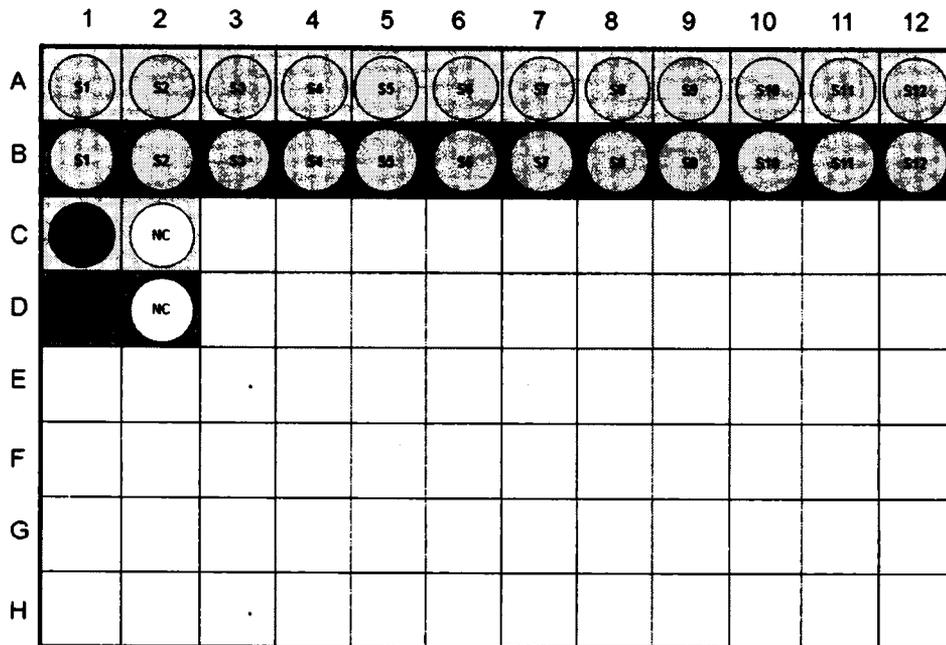

Figura 1: Representación esquemática de un ejemplo para la ubicación de muestras y controles en una placa de 96 pocillos para sistemas ABI® 7500.
9.	La figura 1 (12 pacientes + PC +NC) es un ejemplo de cómo colocar las muestras y controles en una placa para sistemas ABI 7500 para un kit.